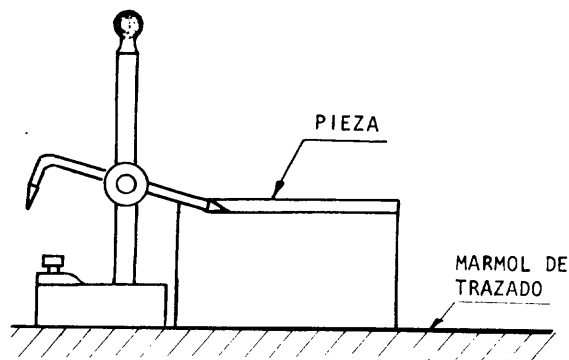

Fig. 1
- b Trace con gramil en todo su contorno para obtener una línea de referencia (fig. 1).